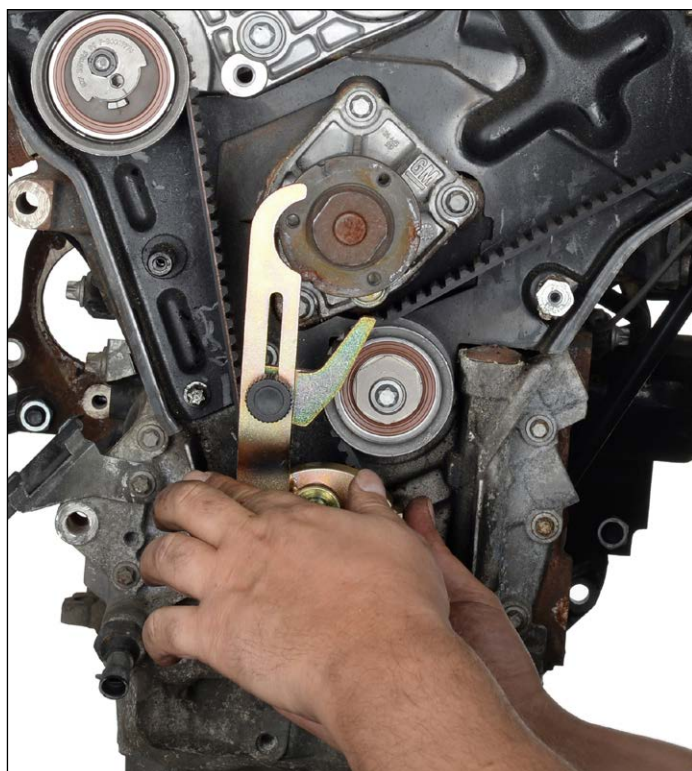

Abb. 2
2. Alat za blokadu radilice, originalna oprema (KM-800-10), učvrstite na zupčanik radilice (Abb. 2), a zatim polako okrećite radilicu u smjeru okretanja motora dok poluga alata za blokadu ne bude nalijegala na pumpu za vodu (Abb. 3). Zasjeci zupčanika bregastog vratila moraju se poklapati sa zasjecima stražnjeg štita zupčastog remena, a radilica sa svojim zasjekom mora se podudarati sa zasjekom na donjem kućištu u položaju koji odgovara položaju kazaljke na 6 sati (Abb. 4).